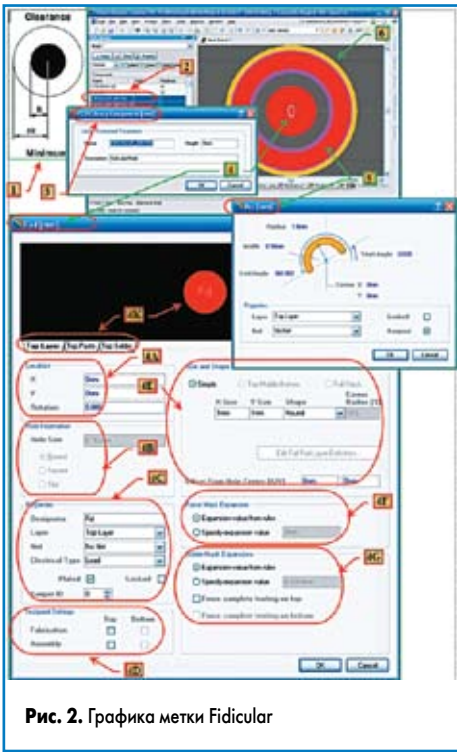

Рис. 2. Графика метки Fiducial
Вначале продемонстрируем создание простого примера на основе топологического места для метки **Fidicular**, которая наносится по рекомендации в трех углах печатной платы с каждой стороны, где находятся компоненты. Итак, для этого элемента (рис. 2):
1. Форма и размер (значение **R** радиуса рекомендовано выбирать в пределах от 1 до 3 мм) метки описаны в [3] и представлены на рис. 2. Метка представляет собой медный диск требуемого радиуса, не закрытый маской, вокруг которого должна быть установлена зона запрета размещения любых элементов топологии.